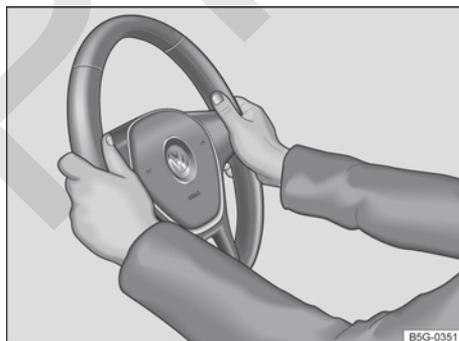

Fig. 78 En el volante: posición equivalente a las 9 y las 3 horas.
- Ajuste el volante de forma que pueda sujetarlo con ambas manos por los lados, por su parte exterior, en la posición equivalente a las 9 y las 3 horas → fig. 78 con los brazos ligeramente flexionados.
- Con el fin de reducir el peligro de sufrir lesiones en caso de que se dispare el airbag frontal del conductor, durante la conducción sujete siempre el volante por los lados, por su parte exterior, con las manos en la posición equivalente a las 9 y las 3 horas → **fig. 78**.